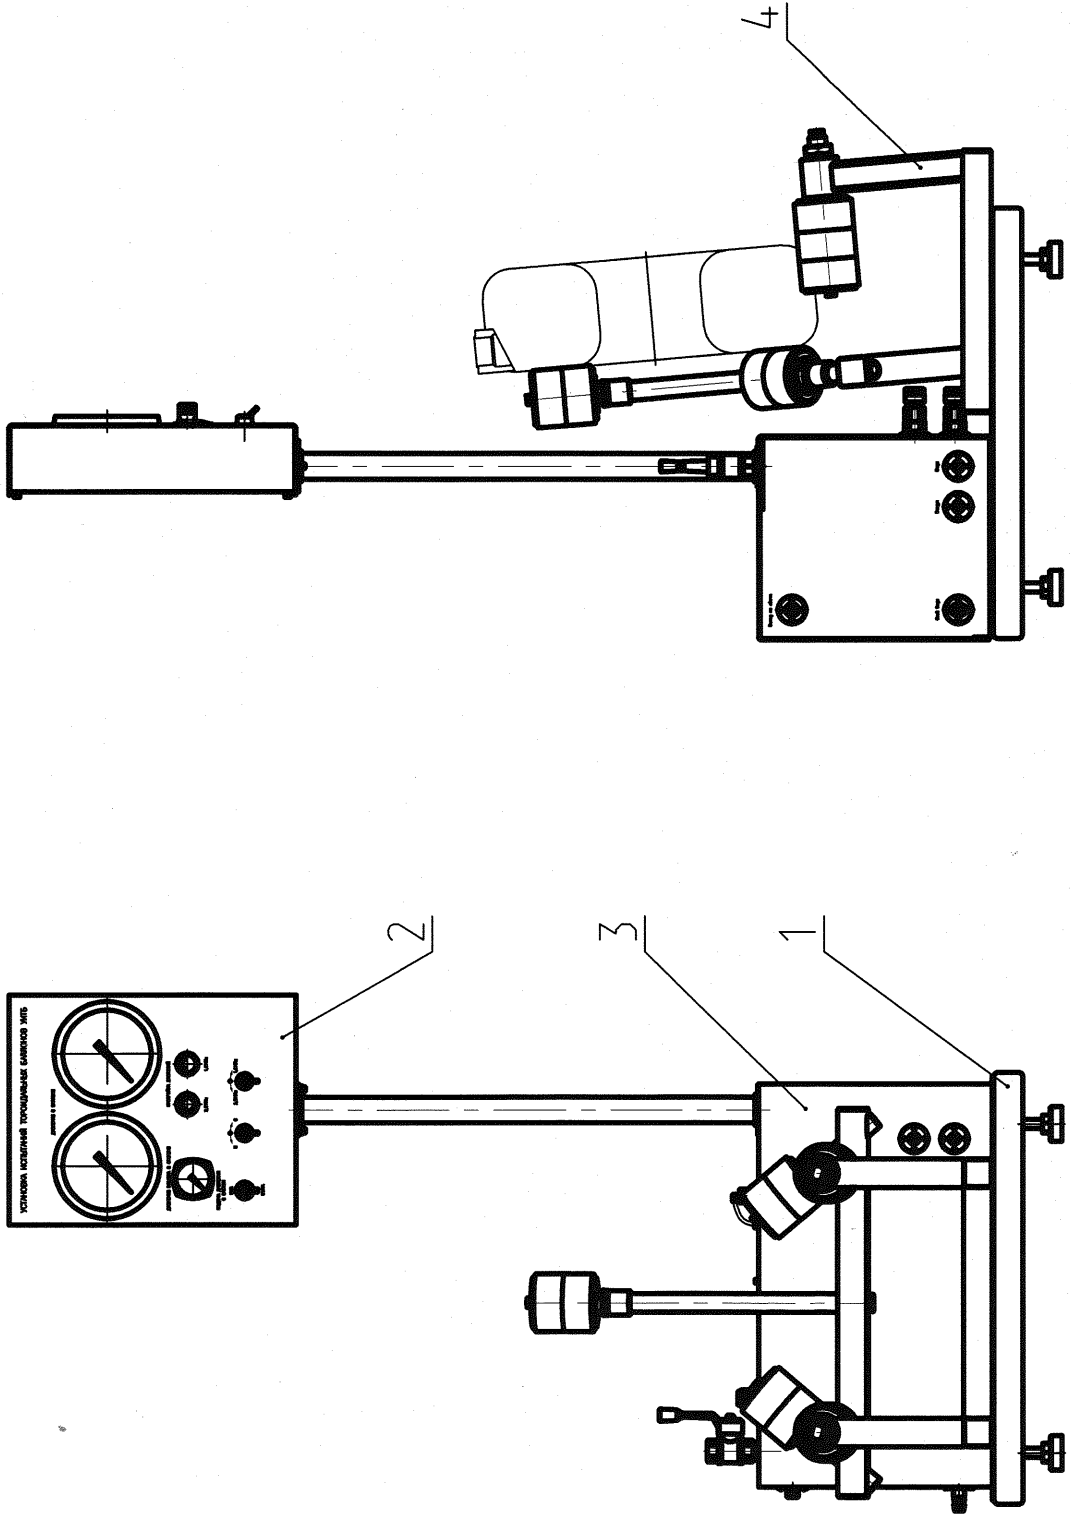
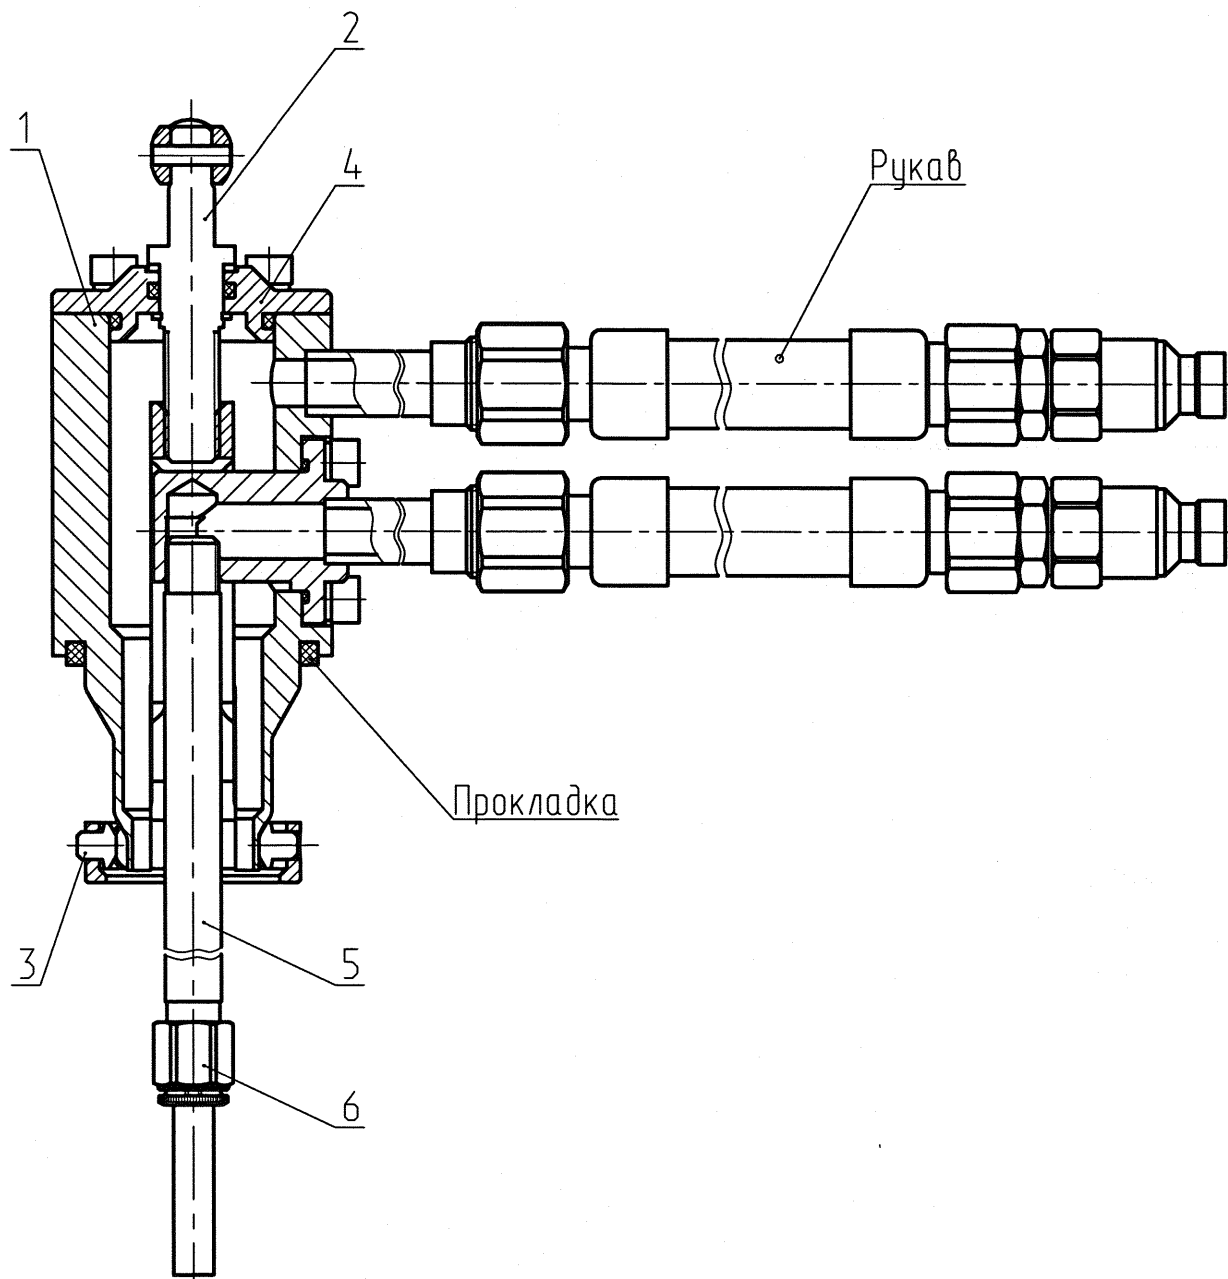
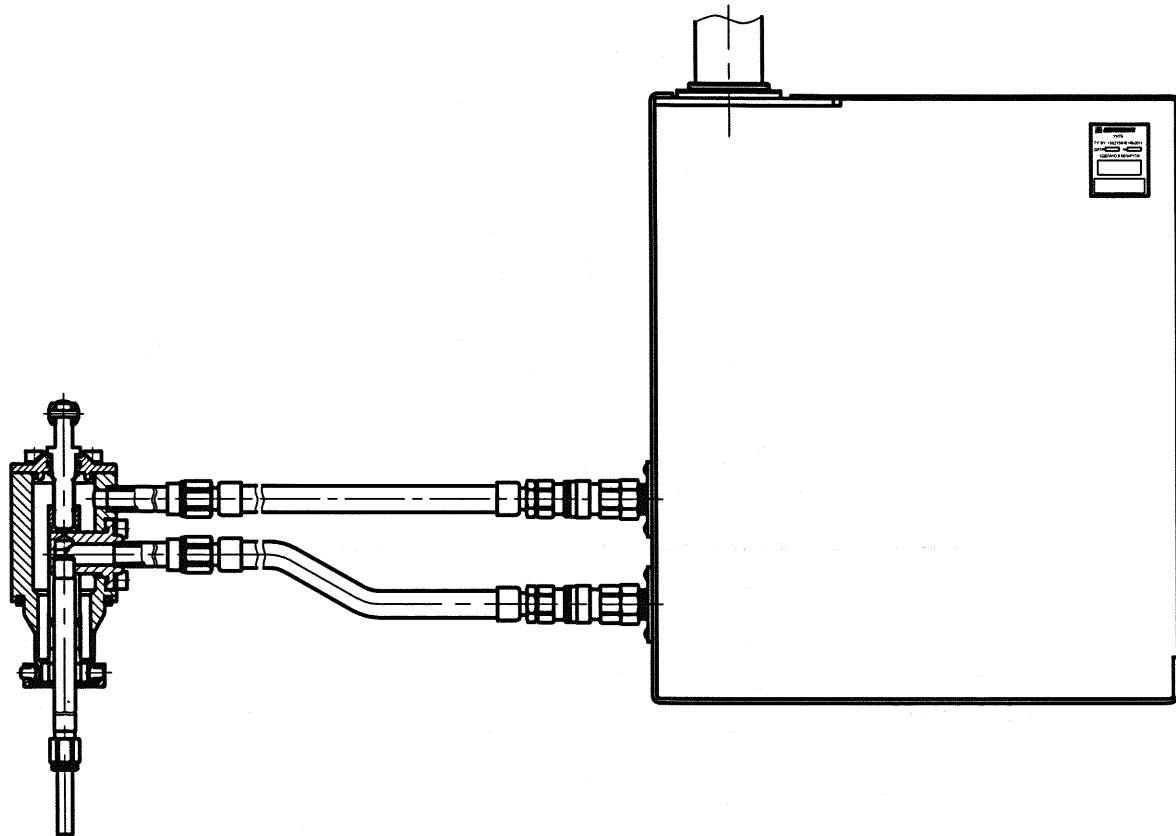
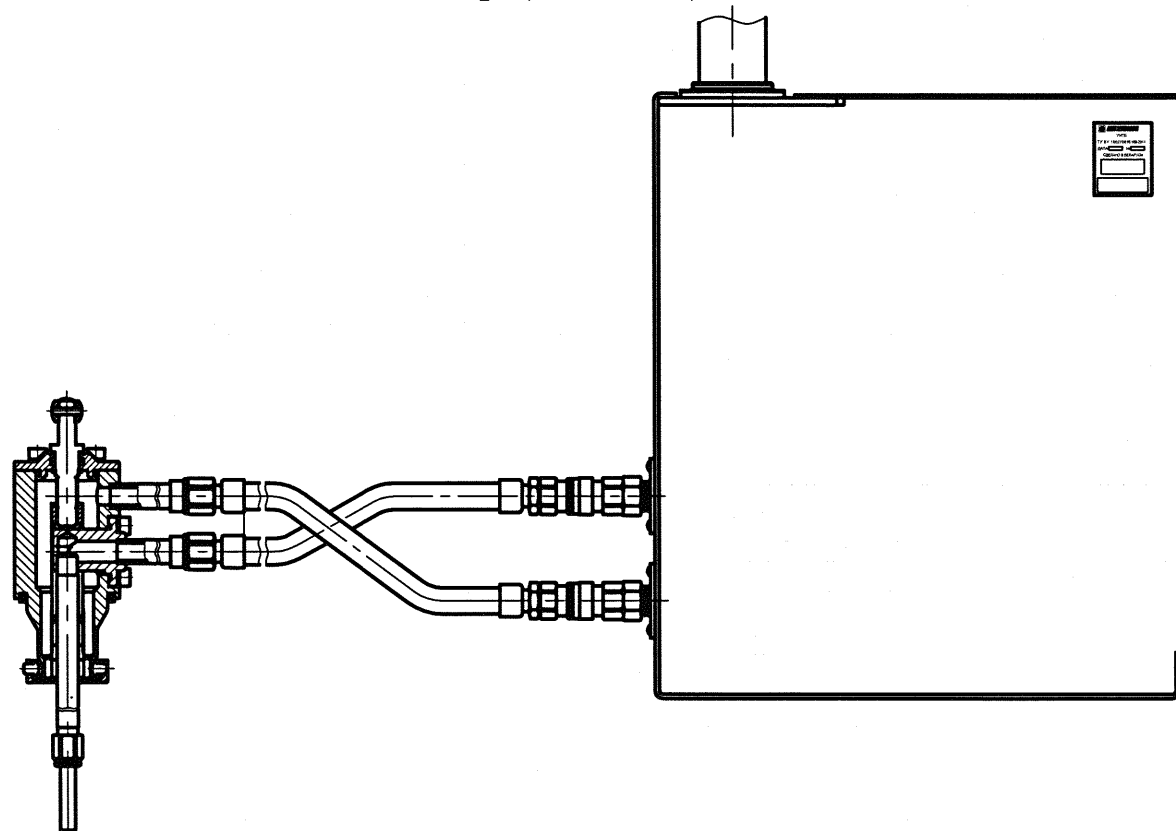

Рисунок 1 - УСТАНОВКА ИСПЫТАНИЙ ТОРОИДАЛЬНЫХ БАЛЛОНОВ УИТЬ
Рисунок 2 - Струбцина
Рисунок 5 - подключение струбцины для гидроиспытаний баллонов с внутренним фланцем
Рисунок 6 - подключение струбцины для гидроиспытаний баллонов с наружным фланцем
1.3.1 Установка (рисунок 1) состоит из платформы 1, пульта управления 2, блока автоматизации 3, платформы вращения баллона 4 и входящей в комплект струбины (рисунок 2).
1.3.1.4 Струбина (рисунок 2) поставляется в комплекте установки. Струбина состоит из головки 1, штока с маховиком 2, стопорных пальцев 3, фланца 4, патрубка 5, трубки с фитингом 6, на струбину одеваются 2 рукава высокого давления.
Справ. №	<p>1.3.2.3 Установить баллон на платформу поворота баллона 4 (рисунок 1), подключить струбцину к баллону.</p> <p>Подключение струбцины:</p> <ul style="list-style-type: none"> а) подключить рукава струбцины к блоку автоматики при испытании баллона с внутренним фланцем (рисунок 5) при испытании баллона с наружным фланцем (рисунок 6); б) ввернуть патрубок 5 (рисунок 2) в струбцину (соединение должно быть герметично). При испытании баллона с внутренним фланцем на патрубок 5 (рисунок 2) одевается фитинг с трубкой 6. <p>ВНИМАНИЕ: Установка поставляется с трубкой длиной 115мм для испытаний баллонов с внутренним фланцем диаметром 580 и 600 мм. Для баллонов других диаметров необходимо отрезать трубку требуемой длины от входящей в комплект поставки полиамидной трубки TRN 10/8. Для полного удаления воды из баллона после испытания при подключенной струбцине (см. пункт в) конец трубки должен касаться противоположной стенки баллона.</p> <ul style="list-style-type: none"> в) подключить струбцину к испытываемому баллону, установив головку 1 (рисунок 2) на фланце баллона и зажать её вращением штока 2. Струбцина устанавливается в соответствии с рисунком 7а для баллона с внутренним фланцем и рисунком 8а для баллона с наружным фланцем.